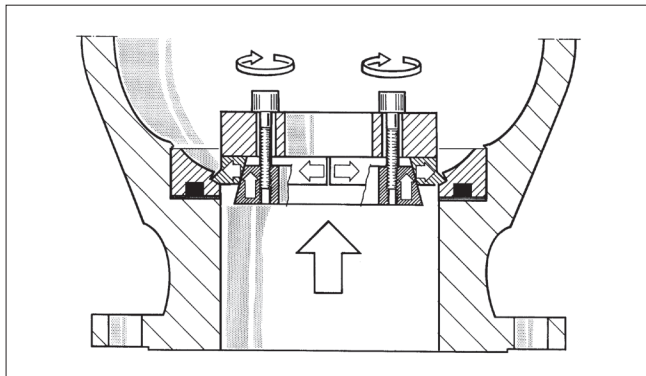

Fig. 18 Extraction du siège verrouillé
- Enlever le siège demi-corps supérieur s'il est toujours en place. Si c'est un siège verrouillé, il faut l'extraire à l'aide d'un outil spécial à commander au fabricant (cf. figure 18 et chapitre «Outillage nécessaire»).